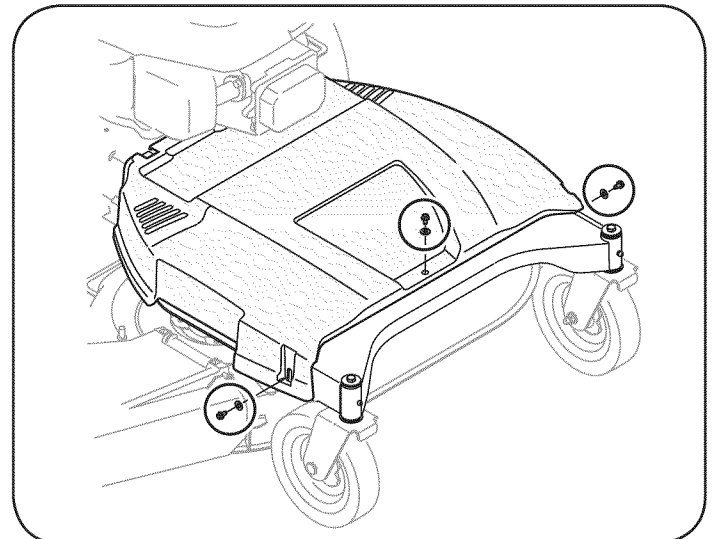

Figura 25
1. Para sacar la cubierta de la correa saque los tres tornillos y arandelas que la sujetan al bastidor. Vea la Figura 25.
2. Retire la cubierta de la correa como se ha indicado antes en esta sección. Consulte la Figura 25.